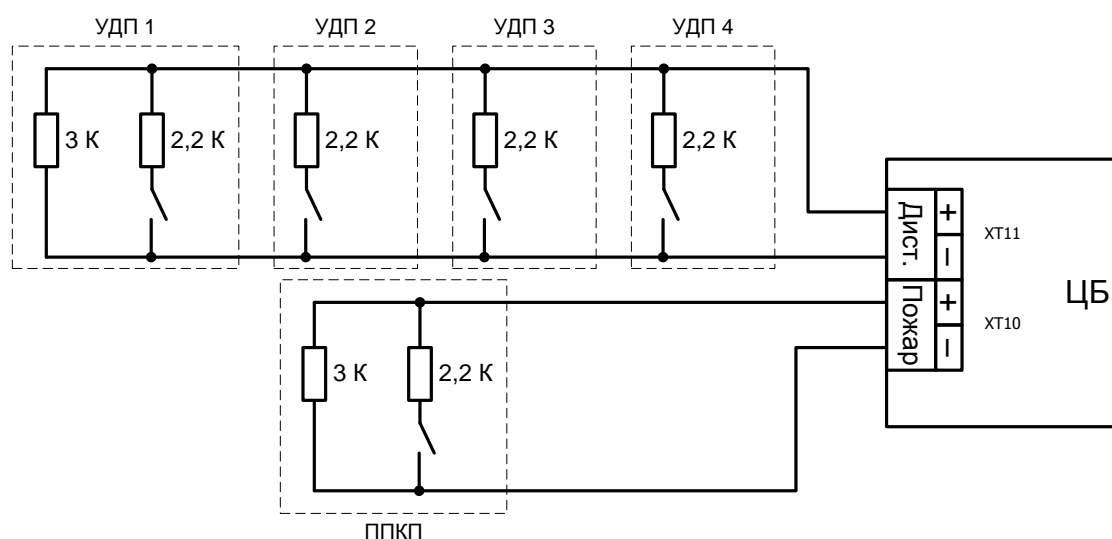

Рисунок 6. Подключение УДП и ППКП к ЦБ.
6.3.3 Последовательно с нормально разомкнутыми контактами релейного выхода ППКП, кнопки УДП должен быть установлен резистор 2,2 кОм (см. рисунок 6).
Для автоматического контроля исправности линий связи на обрыв и короткое замыкание в последнее в линии УДП, в ППКП дополнительно установить резистор 3 кОм в (см. рисунок 6).